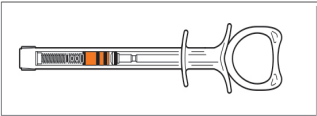

Figura 2. Émbolo totalmente dentro
- b. Para empezar, el émbolo de la jeringa de inflado debe estar **totalmente dentro** (figura 2).
- g. Aún con la punta de la jeringa apuntando **al techo**, presione el émbolo **hasta el fondo** (figura 2) para sacar todo el aire y el líquido que contenga la jeringa.